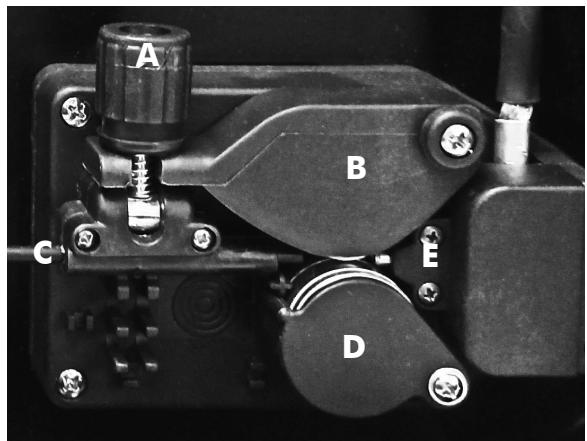

Abbildung 5
- Schrauben Sie die Mutter (1) der Haspel (Trommelbremse) ab und entfernen die Feder (2) und den Außenring (3).
- Die Spule (4) nach Entfernung der Plastikumhüllung wieder in die Haspel einlegen. Den Außenring (3), die Feder (2) und die Plastikmutter (), die das Bremsystem für die Spulengeschwindigkeit bilden, wieder an Ort und Stelle bringen. BITTE BEACHTEN: Die Mutter darf nicht zu fest angezogen werden; ist der Druck zu hoch, wird der Motor für die Bewegung des Drahtes überbeansprucht. Ist er zu schwach, hält die Spule bei Beendigung der Schweißarbeiten nicht sofort an.
- Plastikdrehgriff lockern (A) und senken und die Drahthebel anheben (B) (Abb.5). Etwaige Drahtrückstände aus der Drahthülle entfernen.
- Draht aus der Spule lassen und mit einer Zange so feststhalten, der er sich nicht abwickeln kann. Das Ende vor dem Einführen in die Führung (C) ggf. gerade biegen. Draht so einführen, dass er über den unteren Rollen (D) verläuft und die Drahthülle eintritt.